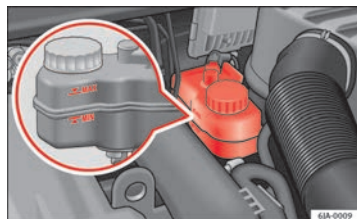

Fig. 120 Vano motor: Depósito del líquido de frenos
- Verifique el nivel de líquido de frenos en el depósito ⇒ fig. 120. El nivel debe encontrarse entre las marcas “MIN” y “MAX”.